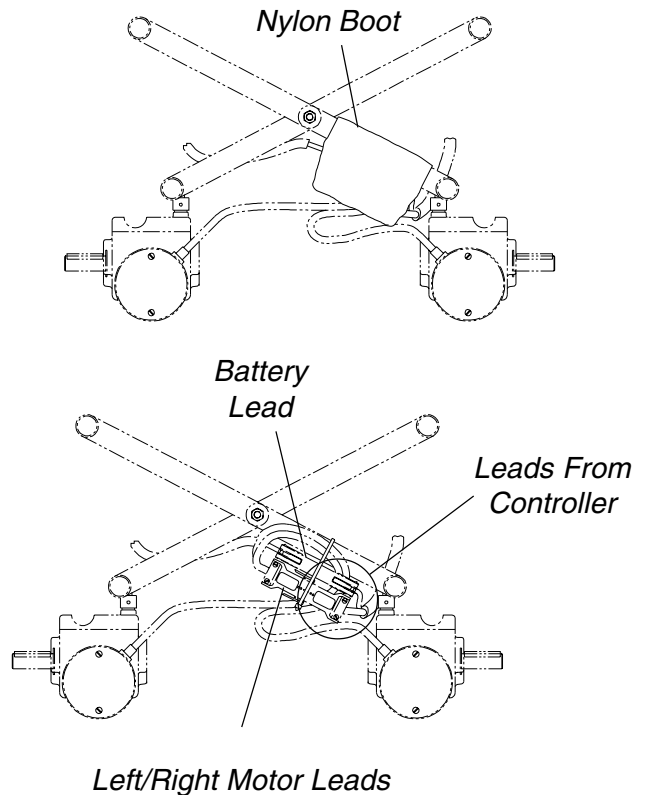

**FIGURE 1 - PREPARING THE MKIV-RII JOYSTICK FOR USE**
**PREPARING THE MKIV-RII JOYSTICK FOR USE (FIGURE 1)**